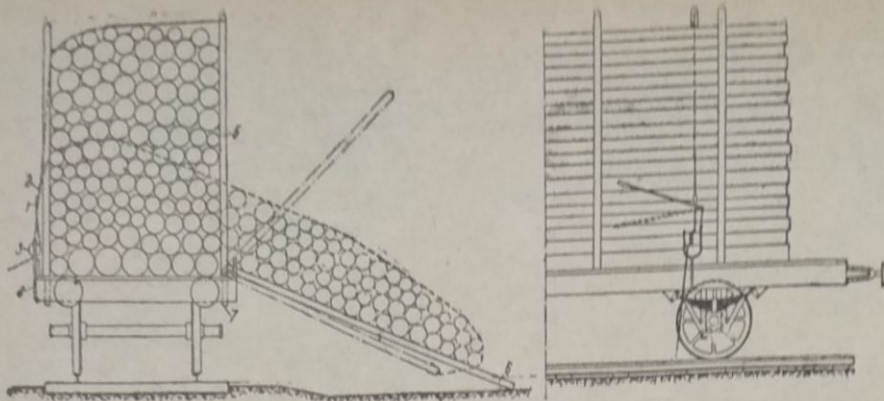

Рис. 5
Разгрузка древесины, уложенной на платформах без прокладок, выполняется при помощи приспособления (рис. 5), состоящего из двух шарнирных стоек (5), барабана (3), закрепленного в обойме (4) и соединенного со стойкой (5) цепью или тросом (2).
дят две стойки со стороны склада. При помощи рычага (1) натягивают тросы и пропускают их несколькими витками через барабан (3). Двое рабочих стоят около барабанов и, натягивая за концы цепи, тормозят их на барабане. После этого снимают с платформы один ряд стоек со стороны склада, и рабочие на барабанах начинают оттормаживать тросы. Шарнирные концы стоек под действием тяжести древесины постепенно откидываются, и древесина сваливается с платформы, как показано на рис. 5. Между платформой и разгрузочной площадкой устанавливается покат (6); по нему скатываются бревна, а стойка (5) опускается под покат. Трос отделяется от стойки в тот момент, когда движение рассыпанной древесины прекращается, и трос больше не натягивается.